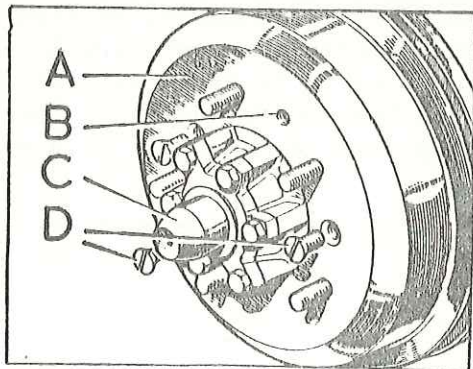

Fig. F-8 Desmontaje del tambor del freno
- 1.5. Desmontar el tambor del freno, soltando los tornillos, D (Fig. F-8).
NOTA: Si se observase alguna dificultad para retirar el tambor de freno, - se situará uno de los tornillos, D (Fig. F-8), en el agujero, B, y - se apretará el tornillo, al mismo tiempo que se golpea con un mazo - la superficie exterior del tambor para despegar.